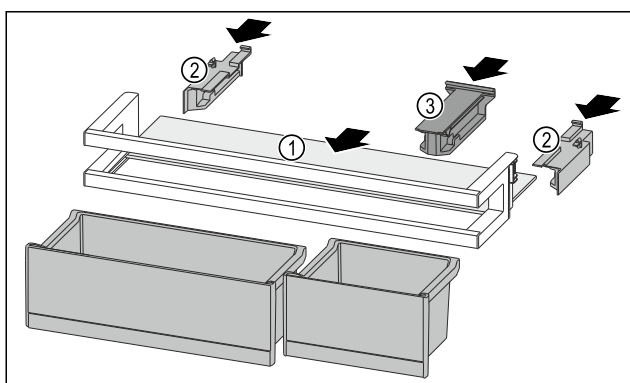

Fig. 95
- Insérer la tablette de rangement Fig. 95 (1) dans les évidements latéraux.
- Installer les parties latérales Fig. 95 (2).
- Installer la pièce de retenue Fig. 95 (3).